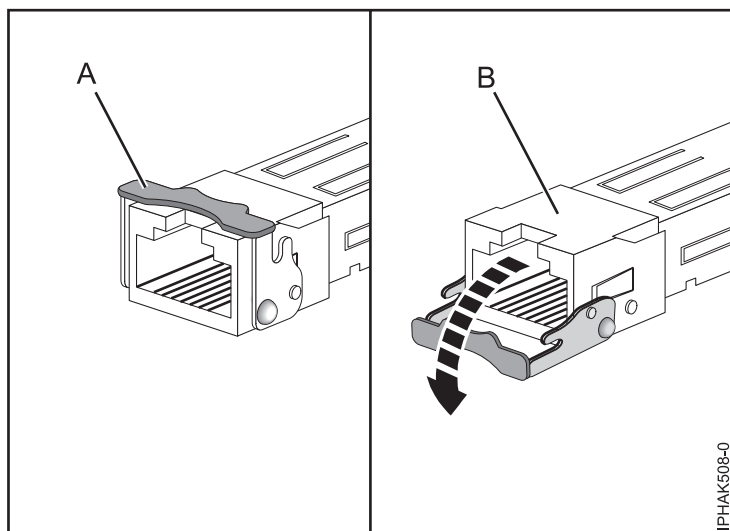

Figura 11. Extracció dels transceptors SFP dels adaptadors
Nota: Algunes FRU d'adaptadors Ethernet o de canal de fibra necessiten que es treguin els transceptors (si n'hi ha) SFP (connectables de format petit) per tal de poder treure la contrapunta. Amb la targeta en una superfície plana antiestàtica, obriu el pestell (A) fent-lo girar cap avall i traieu-lo de la targeta tal com es mostra a Figura 11. Desplaceu el transceptor (B) traient-lo fora del maquinari de l'adaptador. Repetiu l'operació amb l'altre transceptor.
Nota: Algunes FRU d'adaptadors Ethernet o de canal de fibra necessiten que es treguin els transceptors (si n'hi ha) SFP (connectables de format petit) per tal de poder treure la contrapunta. Amb la targeta en una superfície plana antiestàtica, obriu el pestell (A) fent-lo girar cap avall i traieu-lo de la targeta tal com es mostra a Figura 11 a la pàgina 24. Desplaceu el transceptor (B) traient-lo fora del maquinari de l'adaptador. Repetiu l'operació amb l'altre transceptor.